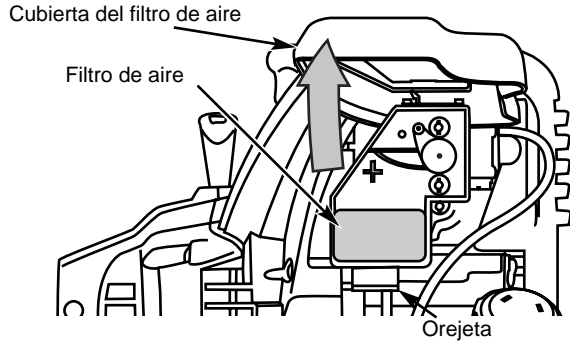

Fig. 45
1. Abra la tapa del filtro de aire. Empuje hacia adentro la lengüeta que está en lado inferior de la tapa. Después hale hacia afuera y arriba la tapa del filtro de aire. (Fig. 45).
2. Retire el filtro de aire (Fig. 45).
6. Vuelva a colocar el filtro (Fig. 45).